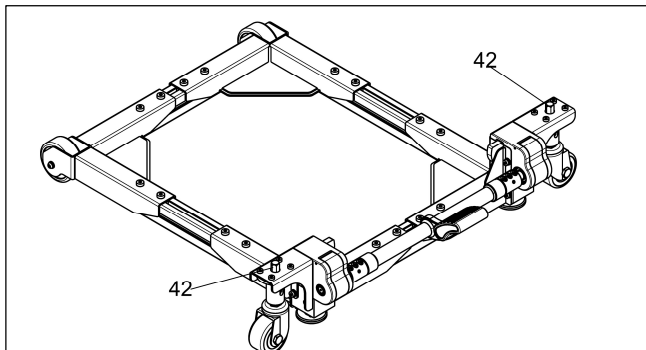

Abb.11
- a. Drehen Sie mit dem Ringgabelschlüssel "D" die Stellschrauben "42" im Uhrzeigersinn, um die Basis am entsprechenden Punkt anzuheben, Absenken funktioniert gegen den Uhrzeigersinn. Stellen Sie hier sicher, dass eine Bodenfreiheit von mindestens 10mm bzgl. der Stützfüße oder dem Maschinensockel vorhanden ist. (siehe **Abb.11**)